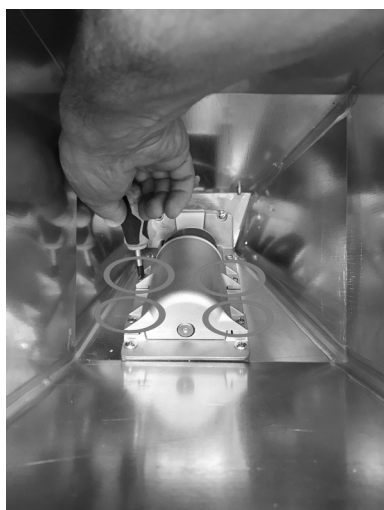

Fig. 27 - Fjernelse af skruer
- Tag adgang fra tanken og løs de 4 skruer på skærmen på snekken (se **Fig. 27**).